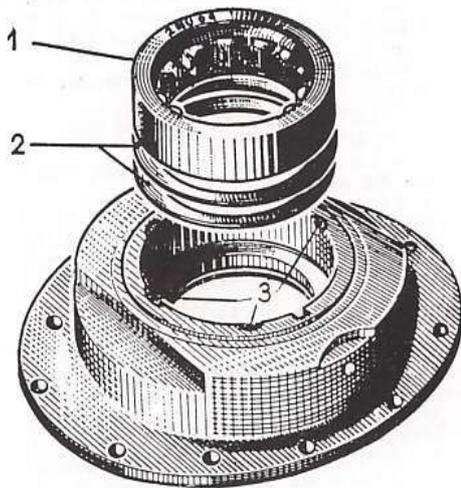

Fig. 27. — A gauche, Palier arrière avec roulement et cales, à droite, vue en coupe partielle du roulement dans le palier arrière
- Récupérer les cales de réglage (fig. 27).